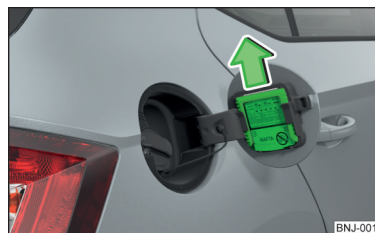

Fig. 254
► Deschideți clapeta rezervorului și împingeți racleta în sensul săgeții » fig. 254.